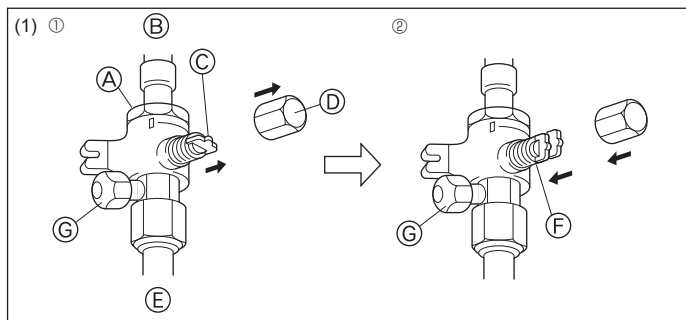
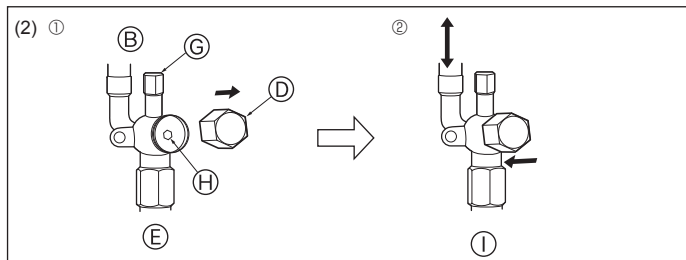

Fig. 4-12
Fig. 4-13
(1) Gaszijde (Fig. 4-12)
- ① Verwijder de dop, trek het handvat naar u toe en draai dit een kwartslag tegen de klok in om de kraan te openen.
- ② Let erop dat de afsluiterkraan geheel open is, druk de hendel in en draai de kap terug naar de oorspronkelijke stand.
(2) Vloeistofzijde (Fig. 4-13)
- ① Verwijder de kap en draai de kraanstang zo ver mogelijk tegen de klok in met behulp van een 4mm-inbussleutel. Stop met draaien wanneer de nok wordt bereikt. (ø6,35: Circa 4,5 giri) (ø9,52: Circa 10 giri)